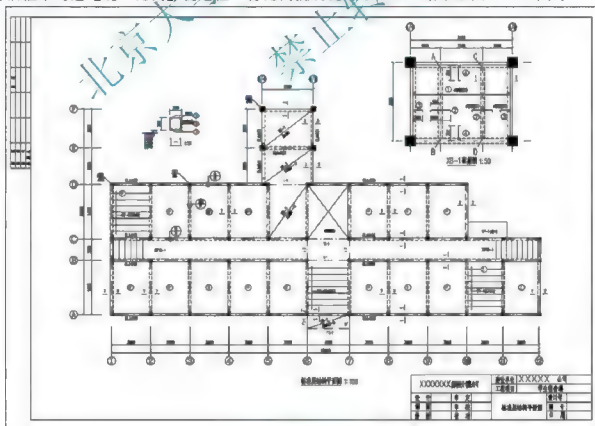

图 5.61 布置图形
- 想一想, “XB-1 配筋图”做成图块后放大 2 倍, ⑬和⑭轴线之间的距离变成多少? 但尺寸标注出的值是多少? 为什么两者不一致?
(5) 插入“A2”图框: 由于“A2”图框图块是按 1:100 比例制作的, 所以在【插入】对话框中勾选【统一比例】复选框, 将比例值设置为“100”, 结果如图 5.61 所示。